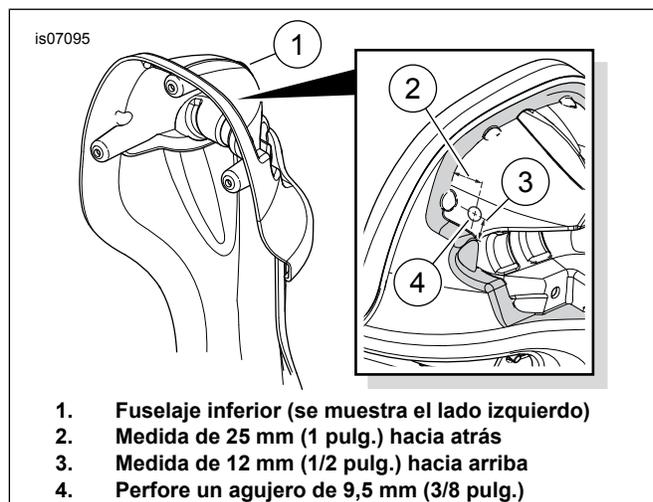

Figura 4. Perforación de un agujero para cable de altavoz en el fuselaje inferior
- a. Quite la guantera, la compuerta y el sujetador (F) del fuselaje inferior (E) de acuerdo con las instrucciones de desarmado en el Manual de servicio. Guarde los tornillos (J).
- b. Quite la compuerta de ventilación (H) de la guantera, tomando nota del orden y orientación de las piezas de sujeción.
- c. Instale la puerta de ventilación en la **nueva** caja del altavoz (4) de **este** kit con las piezas conexas en el mismo orden y orientación que las que se quitaron. Apriete la tuerca de seguridad (I) de acuerdo con las instrucciones en el Manual de servicio.
2. Sujete la caja del altavoz al fuselaje inferior con los tres tornillos (J) que se extrajeron en el paso 1a. Apriete los tornillos a 2,3–2,8 N·m (20–25 in-lbs).
3. Vea Figura 4. En la parte superior del fuselaje (1), mida una distancia de aproximadamente 25 mm (1.0 in) hacia atrás (2) y 12 mm (0.5 in) hacia arriba (3) desde los rebordes de acoplamiento de la tapa del fuselaje inferior (zona sombreada), y perfora un agujero de 9,5 mm (3/8 in) (4) en el lado interior de la pared de la guantera y en la caja del altavoz. Vea Figura 10. Instale una arandela aislante (8) dentro del agujero de la pared de la guantera.
4. Desde el interior, pase los cables terminados de un arnés de altavoz para fuselaje inferior (6) a través de la abertura grande en la superficie delantera de la caja del altavoz, y a través de la arandela aislante situada en la pared de la guantera.